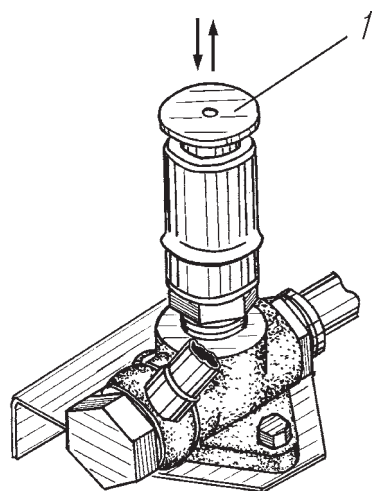

Рис. 15. Насос ручной топливоподкачивающий:
**Ручной топливоподкачивающий насос** установлен на правой боковине оперения. Для заполнения системы питания топливом и удаления из нее воздуха при неработающем двигателе отвернуть ручку 1 (рис. 15) против часовой стрелки до освобождения ручки из фиксированного положения и совершать возвратно – поступательное движение вверх-вниз. Закачав топливо вручную, утопить ручку и зафиксировать ее поворотом по ходу часовой стрелки до упора.